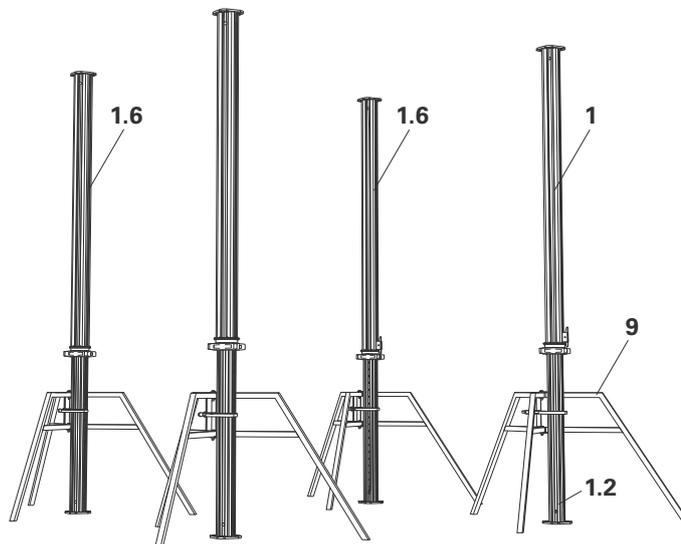
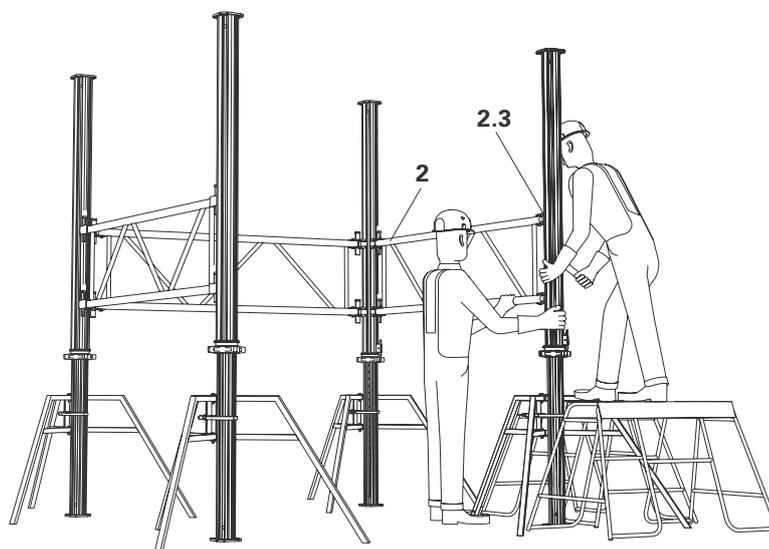

Fig. 37
Fig. 38
1. Montering av MULTIPROP støtter (1):
- Bruk et trebensstativ (9) som hjelp ved oppstillingen.
- Målebåndet (1.6) peker mot innsiden. (Fig. 37)
- Sett rammene (2) på plass utenfra, se plan hhv. typegodkjenning.
- Slå fast kilene (2.3) ovenfra og ned. (Fig. 38)